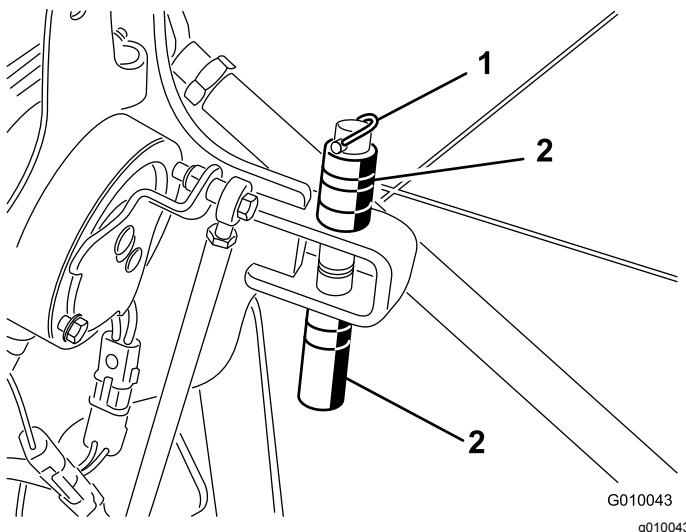

Figura 22
2. Retire o pino de sujeição que segura os espaçadores e os pinos de profundidade (Figura 22).